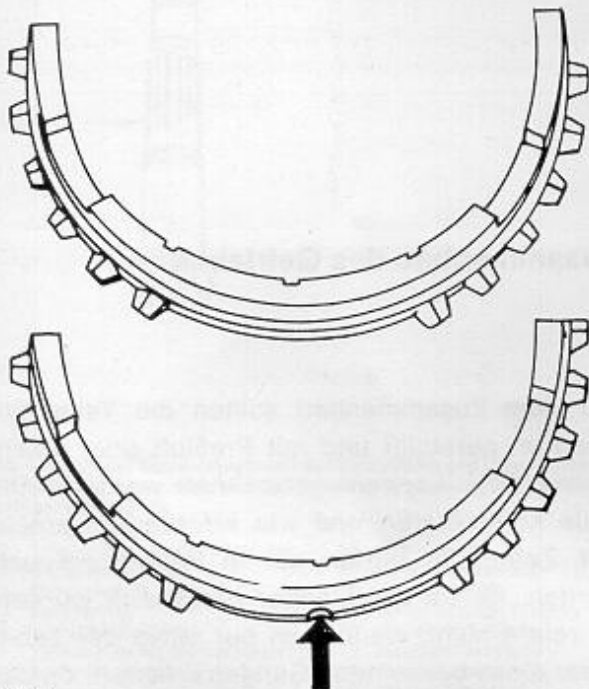
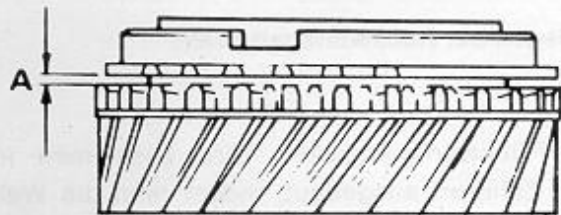

Bild 71
Bild 72
Der vordere Teil der Hauptwelle muß erneuert werden, wenn man entweder das Gangrad für den ersten oder zweiten Gang der Kegelradwelle erneuert. Um die einwandfreie Arbeitsweise der Sperringe (Synchronringe) zu kontrollieren, die Konusflächen der Gangräder des ersten und zweiten Ganges mit einer Drahtbürste reinigen und ebenfalls die Innenseiten der Flächen in den Sperringen gut säubern. Synchronringe auf das betreffende Gangrad auflegen (siehe Bild 71 zwecks Markierung) und gut aufdrücken. Mit einer Fühlerlehre den Spalt «A» in Bild 72 ausmessen. Bei neuen Ringen beträgt dieser Spalt 1,1 bis 1,6 mm. Die Verschleißgrenze beträgt 0,5 mm (siehe Maß- und Einstelltabelle zwecks neuem Getriebe). Wird ein geringerer Spalt festgestellt, muß der betreffende Synchronring erneuert werden. Ehe dies jedoch festgestellt wird, unbedingt den Zustand der Konusfläche des Gangrades (und auch den sonstigen Zustand der Zähne) kontrollieren.
- Synchronringe in der gleichen Weise kontrollieren, wie es bei der Kegelradwelle beschrieben wurde. Bei neuen Ringen beträgt der in Bild 72 gezeigte Spalt «A» 1,0 bis